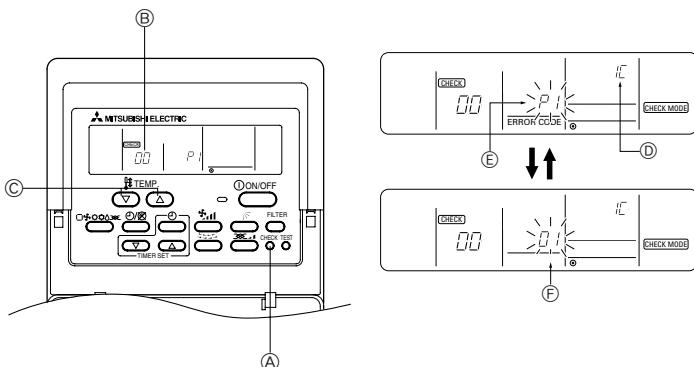

Fig. 7-2
7.3.1. Pour la télécommande filaire (Fig. 7-2)